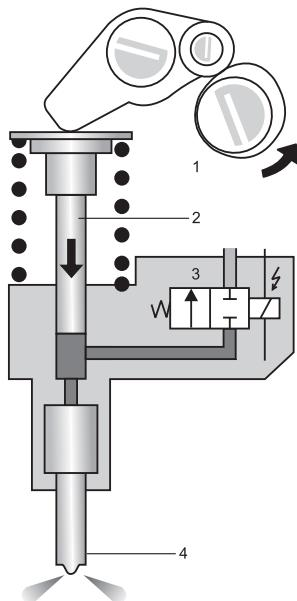

Рис. 1.1.5. Система впрыска UIS:
1. Система впрыска UIS (Unit Injector System). В ней насос и форсунка объединены в один агрегат (рис. 1.1.5). Привод насос-форсунки осуществляется от кулачка распредвала. Регулировка параметров впрыска происходит с помощью электромагнитного клапана высокого давления 3.